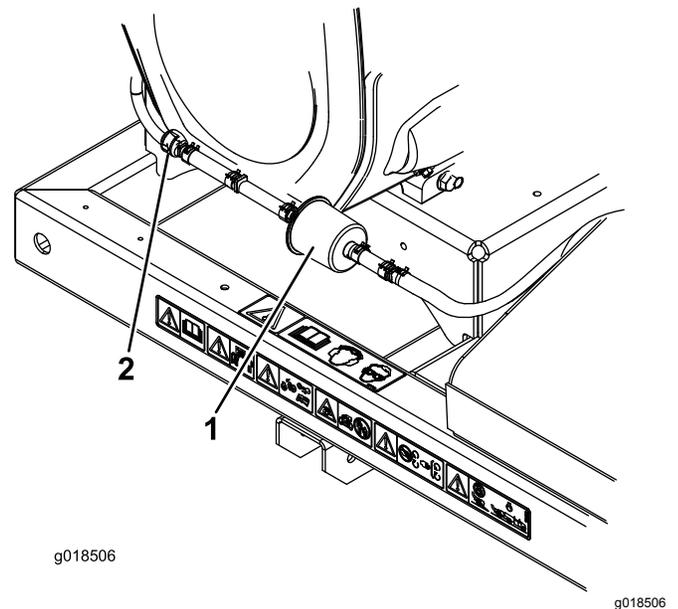

Figure 20
2. Éloignez du filtre les colliers de flexible à ressort de chaque côté du filtre à charbon actif de tuyau de purge (Figure 20).
3. Déposez le filtre à charbon actif et mettez-le au rebut (Figure 20).
4. Posez un filtre neuf dans le flexible en dirigeant la flèche vers le clapet antiretour et fixez-le en place avec les colliers (Figure 20).